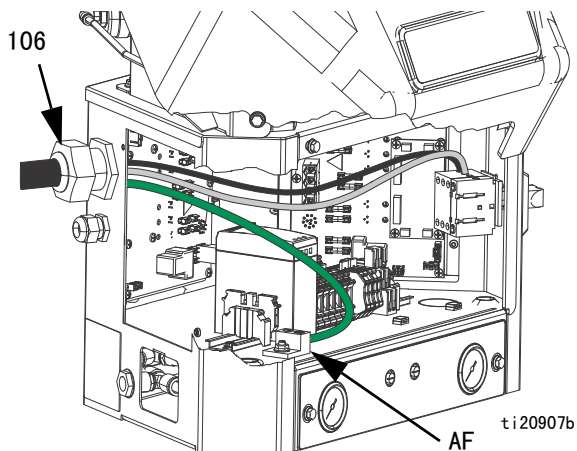

图 14
注释：已安装的电源线扣 (106) 适配外径为 0.708-1.260 英寸的电线。参见图 14。如有需要，请使用扳手拧紧电源线扣，直至其紧固在电缆上。
5. 将电线插入电气外壳的电源线扣 (106) 中。参见图 14(第 20 页)。
7. 将地线连接到底板接地 (AF)。参见图 14。